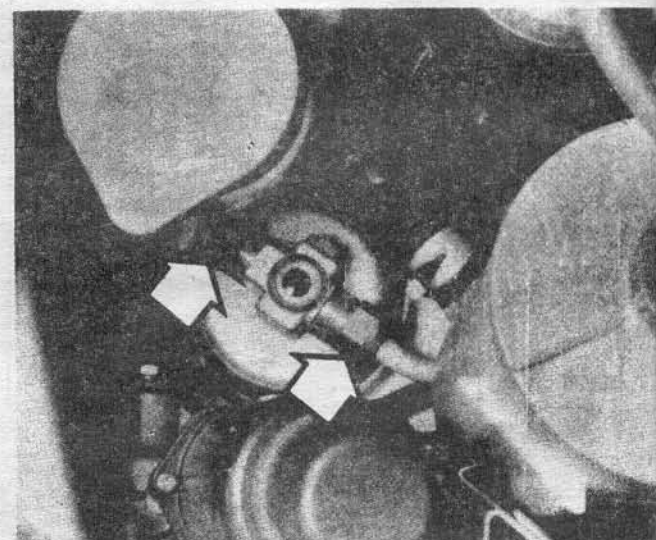

Рис. 14.3 Места отсоединения трубопроводов хладагента (стрелки).
5. При работе системы посмотрите в смотровое окошко (см. рис. 14.3). Если хладагент выглядит вспененным, его мало. Заполните систему (см. ниже).
Рис. 13.5 Смотровое окно на большинстве моделей располагается в левом переднем углу моторного отсека. На некоторых моделях оно располагается сверху ресивера-осушителя (см. рис. 14.3).
3. Отсоедините трубопроводы хладагента от ресивера и крышки (см. рис. 14.3) закройте их от попадания грязи и инородных предметов.